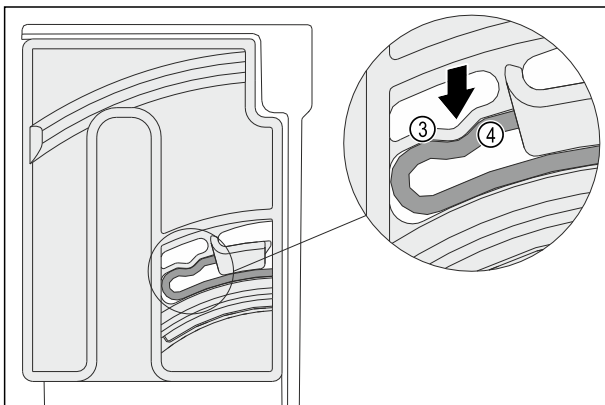

Fig. 148
- ▶ Elastisches Element Fig. 148 (3) der Dreheinheit rastet hörbar in der Rundform der Rippe Fig. 148 (4) ein.